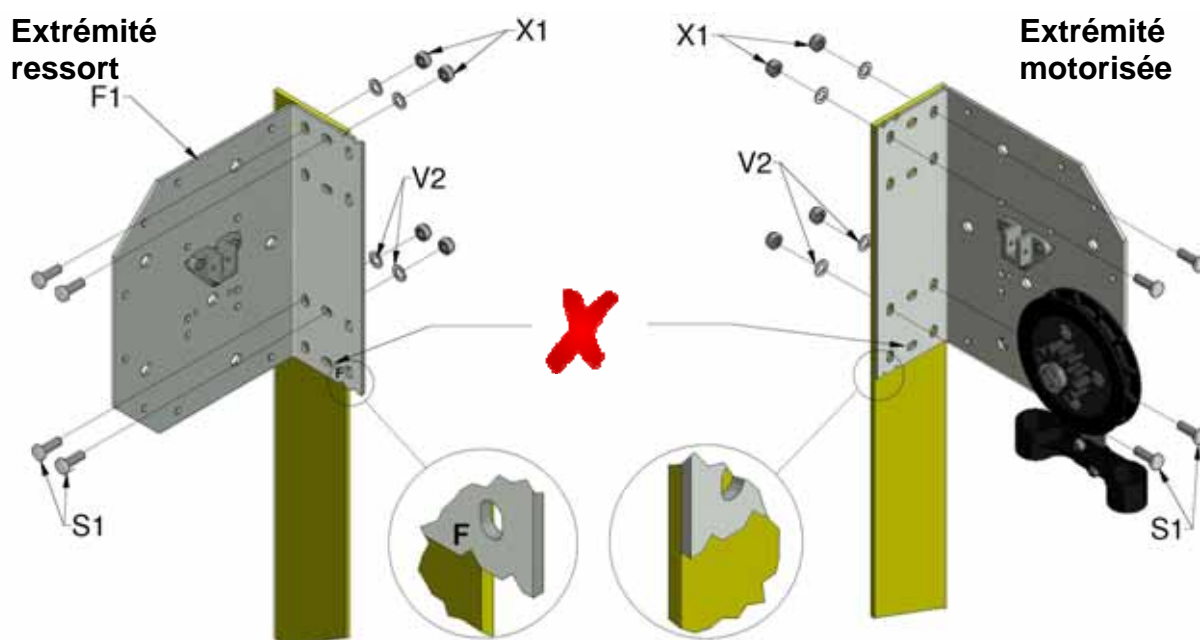

Figure 3, positionnement du support supérieur
2. En utilisant le patron comme un guide de perçage, fixez le support de l'extrémité libre (F1) et le support côté entraînement (E1) à la hauteur requise avec des fixations M10 (S1). N'utilisez pas le jeu d'orifices inférieur, les fixations pourraient interférer avec l'action de roulement de votre porte. Ces supports ont été pré-assemblés pour s'adapter à la position de la chaîne d'entraînement au moment de la commande de votre porte. La porte a été conçue de manière à ce que les dessus des rails de guidage soient fixés directement sous les supports (figure 3), en s'alignant avec la lettre "F" pour le support de l'extrémité libre et avec le bord du support pour l'extrémité motorisée. Au moment de la fixation des supports, il est essentiel qu'ils soient de niveau et droits.